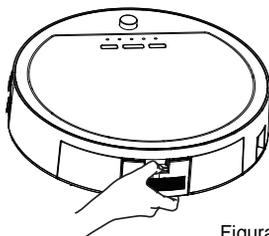

Figura 1
1. Segure a parte traseira do **robo** e pressione o botão de liberação da lixeira (Figura 1).